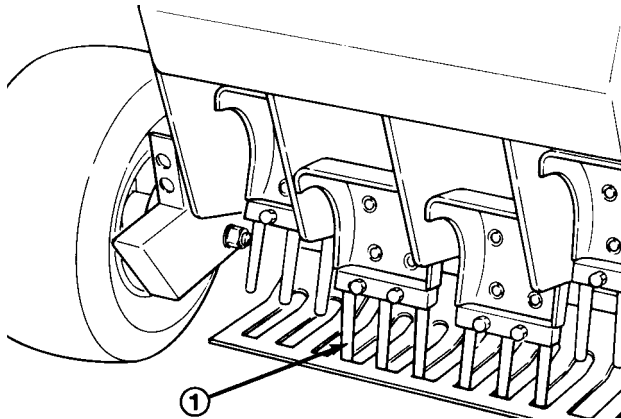

Bild 10
- Die Befestigungsmutter auf 135.5 bis 149 Nm festziehen (Bild 10).